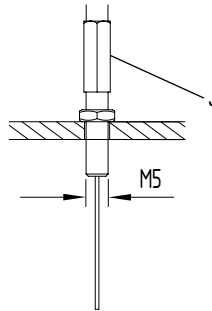

Figura 9
- Parafuso de ajuste M5 J fornecido para fixação na extremidade da mangueira (ver a figura 9).